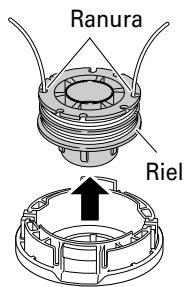

Fig. 23
- (3) Extraiga el riel de la carcasa. (Fig. 23)